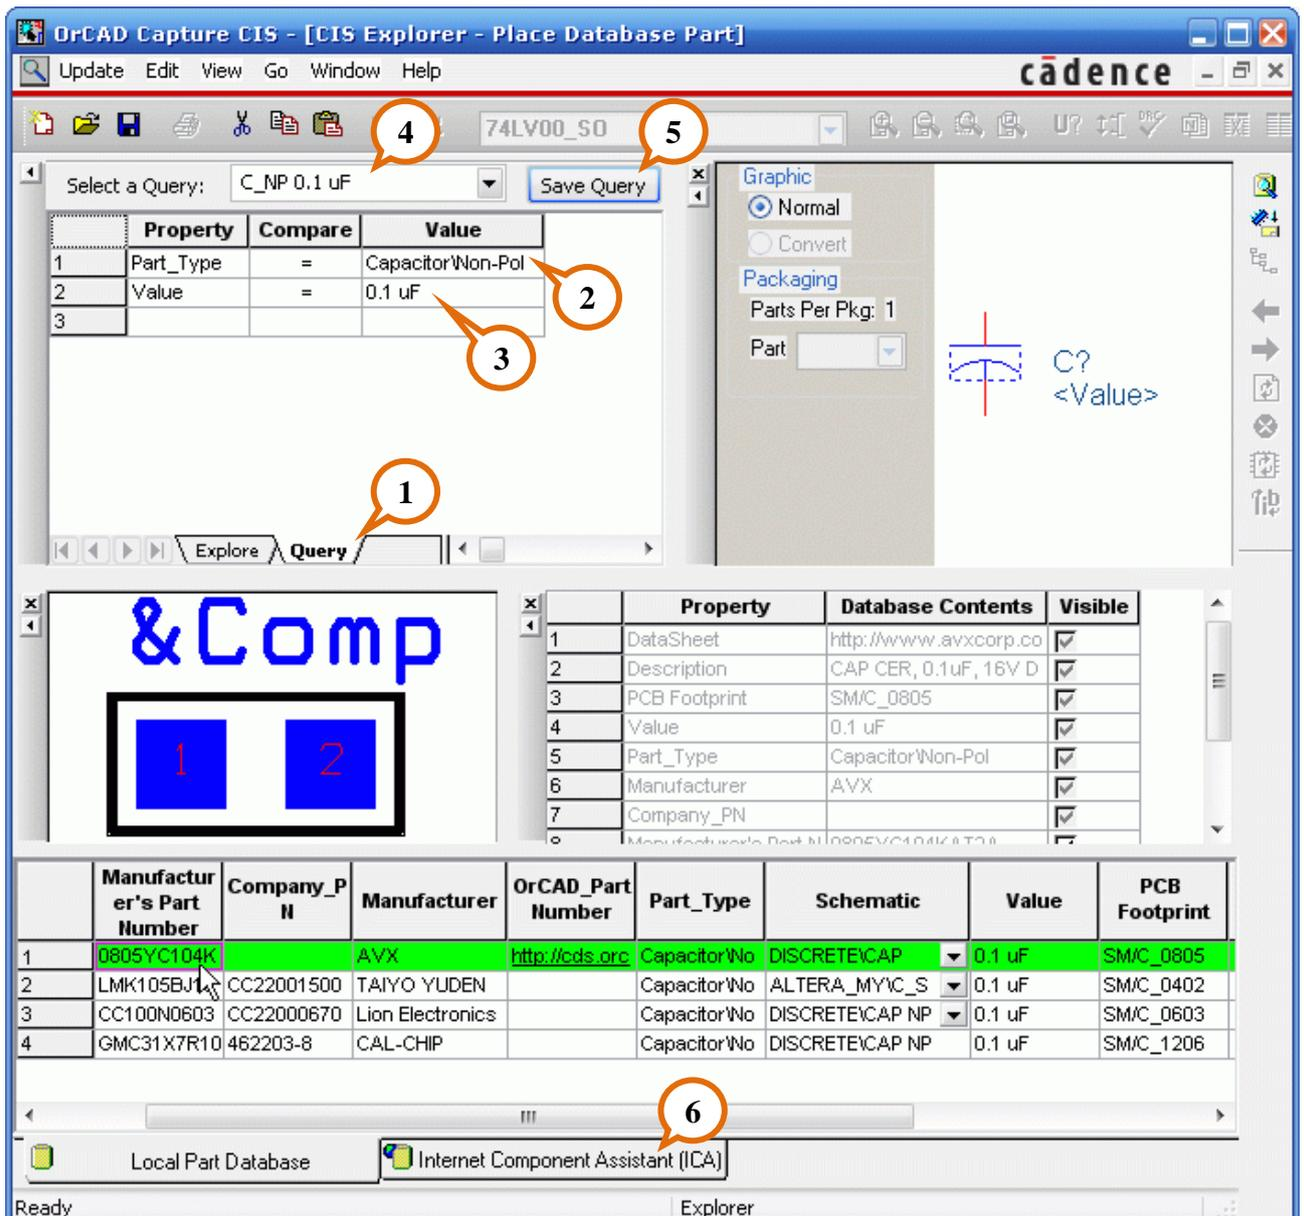

рис. 11-3
Имеется возможность поиска (рис. 11-3). Для этого нужно перейти из режима обзора (Explore) в режим фильтрации (Query) (①). После этого необходимо задать значения фильтров.
Имеется возможность поиска компонентов через Интернет, для чего предусмотрена служба ICA – Internet Component Assistant. Для этого откройте вкладку ICA (рис. 11-3, ⑥).